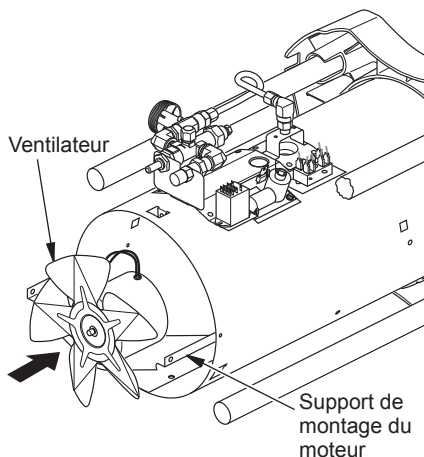

Figure 8 - Ventilateur et moteur retournés pour le nettoyage
8. Retournez le moteur et le ventilateur. Placez le moteur et le ventilateur dans l'habillage par l'arrière. *Remarque : Le moteur ira dans l'habillage en premier (voir figure 8).*
9. Alignez les trous de montage arrière de l'habillage avec le premier trou sur chaque côté du support de montage du moteur (voir figure 8). *Remarque : Quand les trous sont alignés, le ventilateur doit être en dehors de l'habillage.*